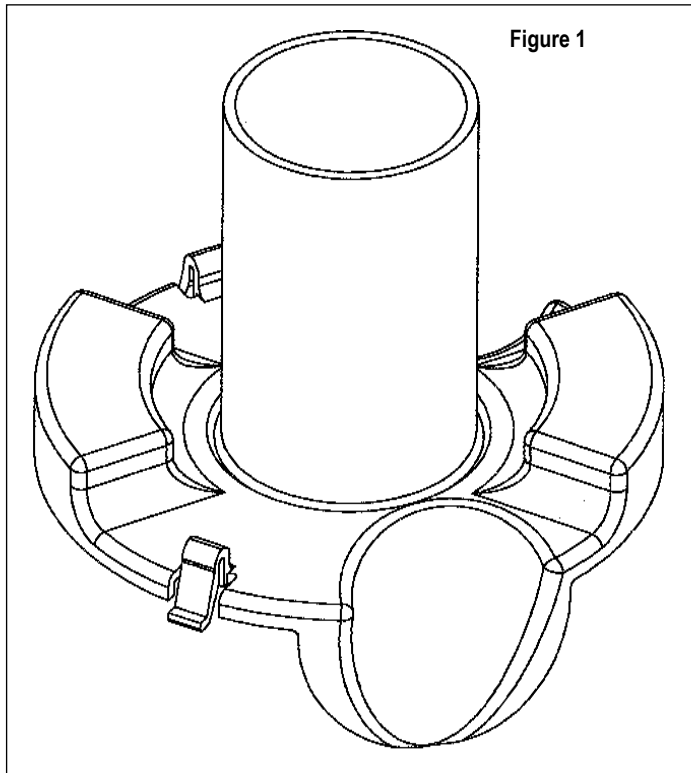
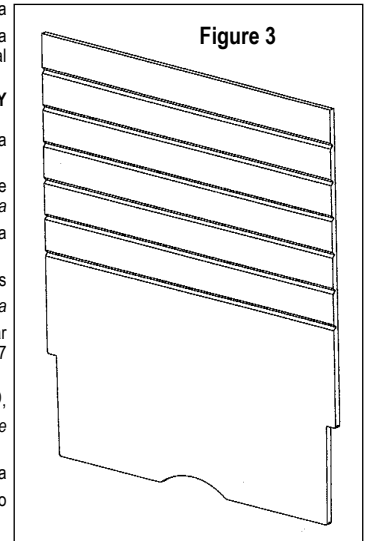

Figure 1
Figure 3
5. Pry off Concrete Cover (B).
**INSTALL LOW VOLTAGE WIRING TUBE OR DIVIDER** (For multi-service application) See Figures 1, 2 and 3 on next page.
8. For the low voltage dividers as pictured in Figures 1 and 2, cut off the same amount cut from the box in step 6 from the tube portion of the divider. For the straight divider as pictured in Figure 3 use a utility knife to cut the same amount cut from the floor box in step 6 using the score lines for ease of cutting. The appropriate type of low voltage divider is included with applicable sub-plates.
5. Enlever le couvercle pour béton (B).
**INSTALLATION DES CONDUITS OU DES SÉPARATEURS POUR CÂBLES BASSE TENSION** (Pour applications multiservices) Consulter les Figures 1, 2 et 3.
8. Dans le cas des séparateurs basse tension illustrés aux Figures 1 et 2, supprimer de ceux-ci la même valeur retranchée de la boîte à l'étape 6. Dans le cas des séparateurs droits de la Figure 3, utiliser un couteau universel pour supprimer la même valeur retranchée de la boîte à l'étape 6; trancher dans les rayures pour faciliter la coupe. Des séparateurs basse tension de type approprié sont livrés avec les sous-plaques.
9. En ce qui concerne les séparateurs basse tension illustrés aux Figures 1 et 2, faire passer les conducteurs d'énergie dans le boîtier basse tension et aligner les ouvertures avec celles
9. For low voltage dividers pictured in Figures 1 and 2 snake power wires through low voltage enclosure and align cable ramps with 1-1/2" conduit openings in box. Push low voltage divider down until it snaps into place. Snake communication wire up over ramps and keep wire outside of low voltage divider.
10. For the low voltage divider pictured in Figure 3, insert into vertical slots in sides of floor box and push down to bottom. Be sure to keep communication wires separate from power wires.
11. Install barbed clips (C) into slots on top of box. Wide clip (D) with ground wire goes into wide slot on floor box. Hammer clips down until they seat flush with top of box.
10. Quant au séparateur basse tension de la Figure 3, l'introduire dans les fentes verticales de chaque côté de la boîte de plancher et le pousser jusqu'au fond. S'assurer de maintenir les conducteurs de communication à l'écart des conducteurs d'énergie.
11. Installer les attaches à griffes (C) dans les fentes dans le haut de la boîte. La grosse attache (D) avec fil de mise à la terre va dans la grosse fente de la boîte de plancher. Avec un marteau, enfoncer les attaches jusqu'à ce qu'elles se trouvent à ras de dessus de la boîte.